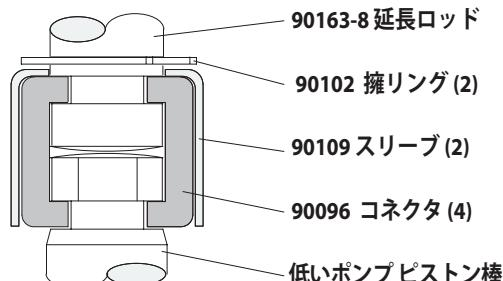

図 2
4. E リング ベンチを使用して、保持リングを十分上方に移動し、(図2 参照) 2つのコネクタを解放するスリーブにスライドします。空気モーターは脇に置きます。